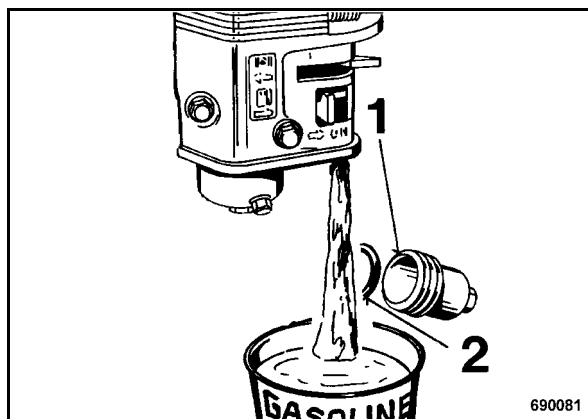

рис. 61
- Отвинтить фильтр осадка на дне бака (1) (рис. 61) и слить бензин.
- Проверить уплотнительное кольцо (2) на предмет трещин; заменить поврежденное уплотнение на новое.
- Плотно ввинтить фильтр осадка на дне бака с уплотнительным кольцом (2).